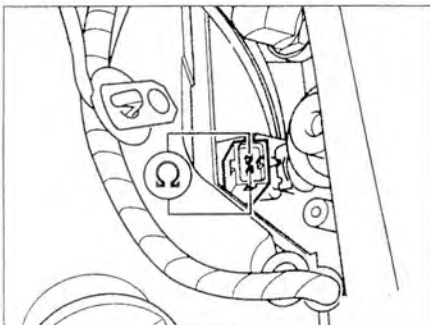

Рис. 2.84. Измерьте сопротивление форсунок с помощью мультиметра.
9. Измерьте сопротивление форсунок с помощью мультиметра (рис. 2.84);